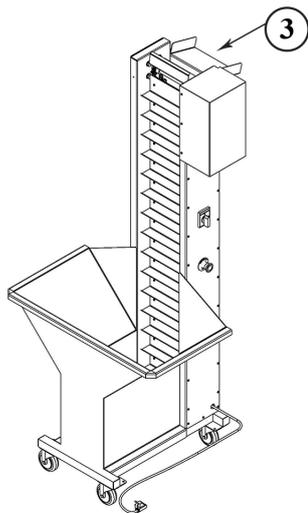

Рисунок 9
**Примечание :** АВТОМАТИЧЕСКАЯ ТЕЛЕЖКА-ПОДАЧА АПЕЛЬСИНОВ ДЛЯ СОКОВЫЖИМАЛОК “BUNKER” специально разработана как дополнительное оборудование для повышения эффективности работы Автоматических Соковыжималок. Единственная деталь, которую вам требуется прикрепить к оборудованию это лопатка для подачи плодов (3), отверстия для крепления этой детали находятся на верхней части оборудования. **(Рисунок 9)**
Открутите болты находящийся на лопатке и соедините эту деталь на верхнюю часть вашего оборудования. **(Рисунок 9)**